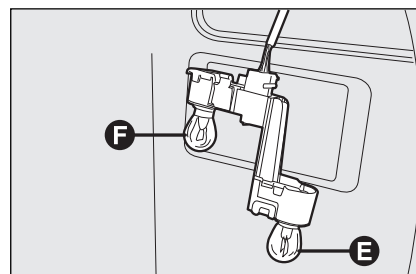

fig. 40
- druk de betreffende lamp iets in en draai de lamp linksom; verwijder de lamp en vervang de lamp **fig. 40**: